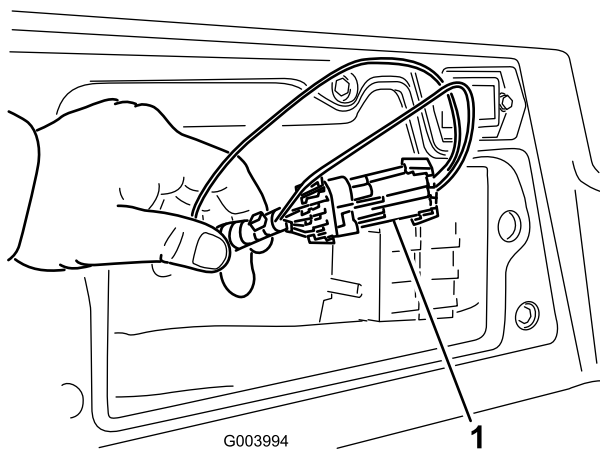

図 50
3. コントローラの近くにあるワイヤハーネスとそのコネクタを探し出す（図 50）。